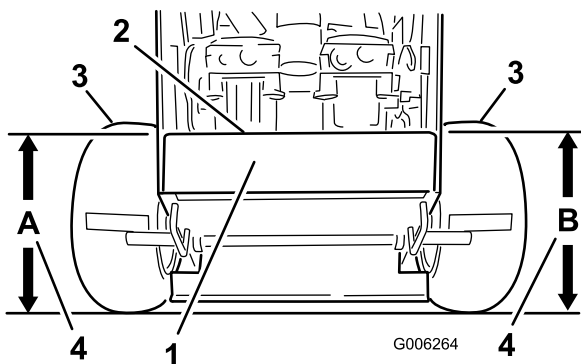

Figure 70
4. Mesurez la hauteur du plancher moteur au point **A** (Figure 70).
5. Mesurez la hauteur du plancher moteur au point **B** (Figure 70).